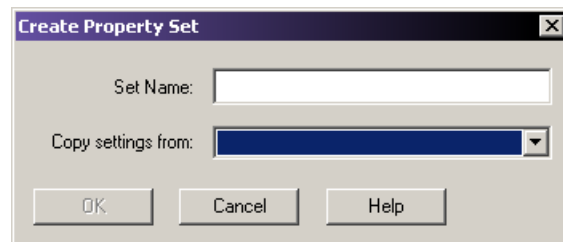

图 2.15 创建属性集对话框
2. 在 Create Property Set（创建属性集）对话框（图 2.15）中输入一个名称。